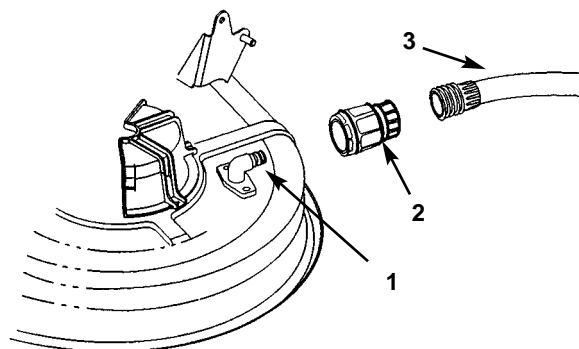

Figure 54
2. Visser la douille de raccordement à l'extrémité d'un tuyau d'arrosage, le brancher au raccord de lavage de la tondeuse et ouvrir l'eau à fond (Fig. 54).